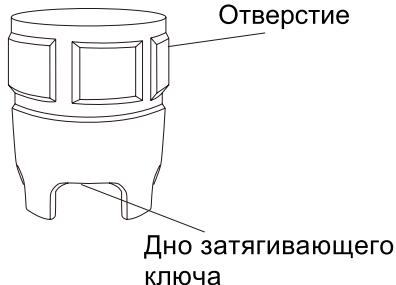

Рисунок 4
2.2.3. Инструкция по использованию затягивающего ключа (рисунок 4)